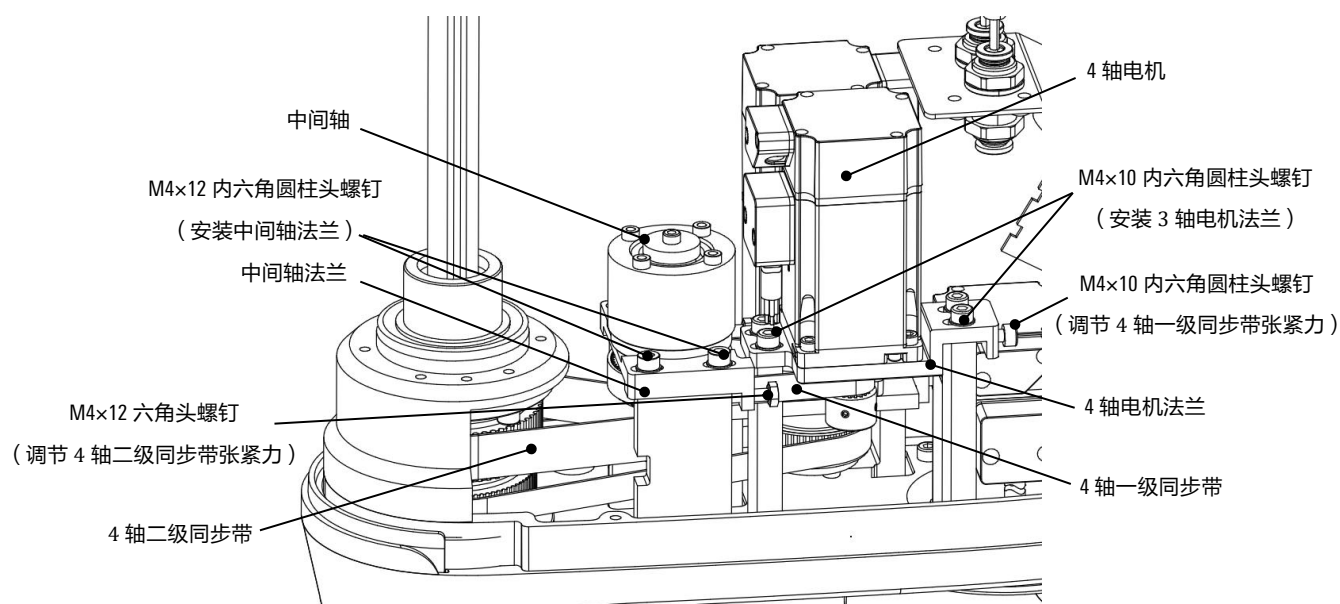

图 8-14 拆卸中间轴示意图
- 步骤3.** 用内六角扳手拆下安装 4 轴电机法兰的 4 个 M4×10 内六角圆柱头螺钉，然后缓慢松动调节 4 轴一级同步带张紧力的 1 个 M4×10 内六角圆柱头螺钉，将 4 轴电机和 4 轴电机法兰一齐取下，如图 8-14 所示。
- 步骤4.** 用内六角扳手拧拆下安装中间轴法兰的 4 个 M4×12 内六角圆柱头螺钉，再用普通扳手缓慢松动调节 4 轴二级同步带张紧力的 2 个 M4×12 六角头螺钉，将中间轴与中间轴法兰一齐取下，取下 4 轴一级同步带，如图 8-14 所示。